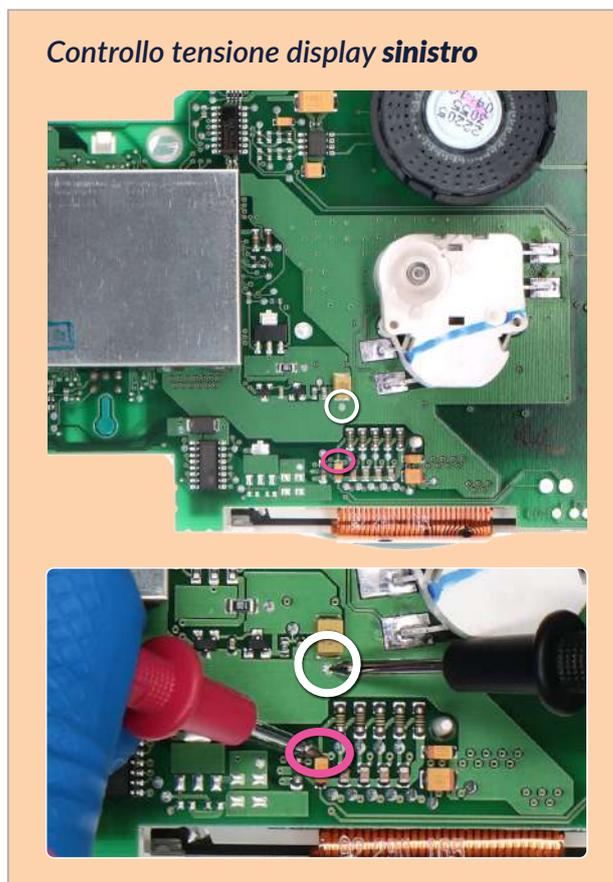
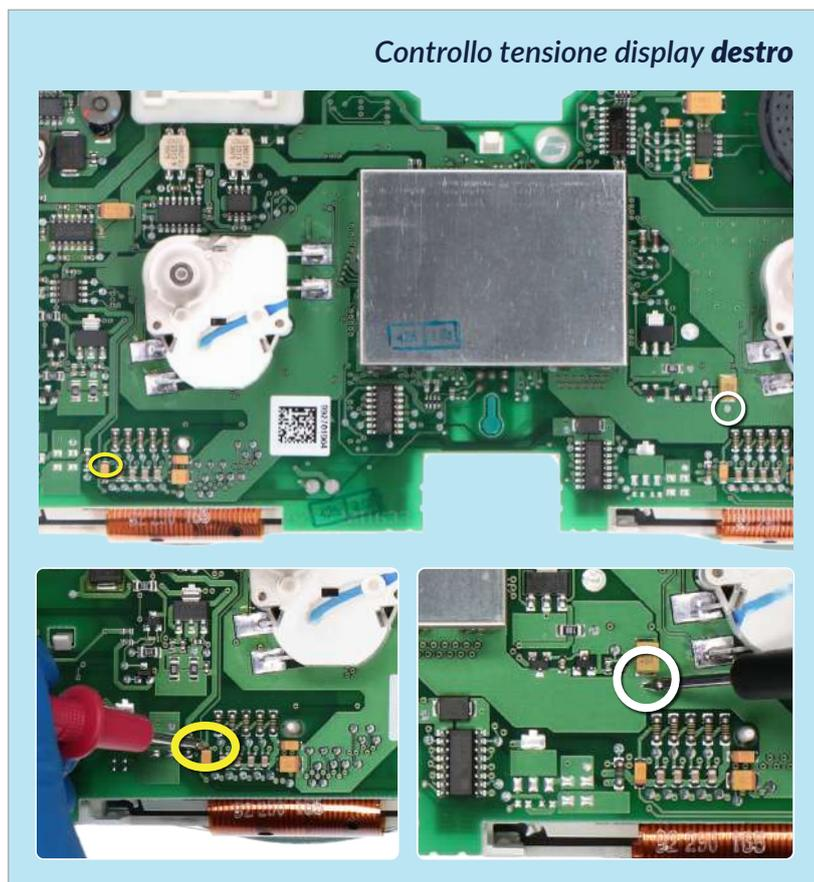

Figura 2
Figura 3
Controllare la tensione tra i punti indicati in figura 2 per il display sinistro e tra quelli indicati in figura 3 per il display destro.
- Inserire il valore della tensione rilevata tra i 2 punti del display sinistro indicati in figura 2 (il valore decimale deve essere separato dal punto, ad esempio 7.61)
- Inserire il valore della tensione rilevata tra i 2 punti del display destro indicati in figura 3 (il valore decimale deve essere separato dal punto, ad esempio 7.02)
Una volta concluse queste operazioni, ricontrollare la tensione presente tra i punti indicati in figura 2 e 3 e verificare se si è effettivamente ottenuta una **tensione compresa tra 7,25V e 7,35**, altrimenti, decrementare o incrementare ancora le locazioni fino ad avvicinarsi il più possibile al valore 7,30V.